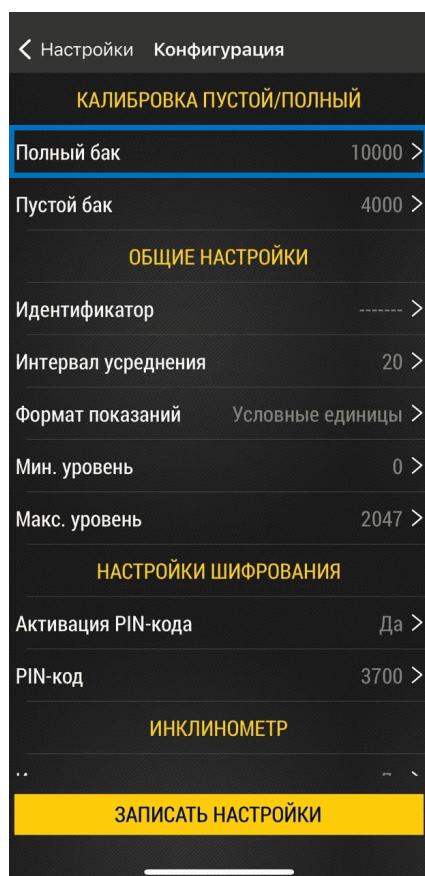

Рис.23. Меню «Конфигурация»
4. Убедитесь, что датчик подключен к мобильному приложению и в меню «**Конфигурация**» выберите настройку «**Полный бак**» (Рис.23).